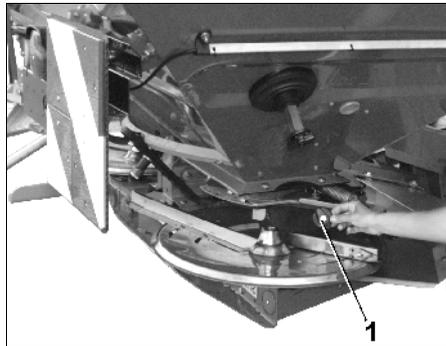

Fig. 53
- Remove the thumb nut (Fig. 53/1).